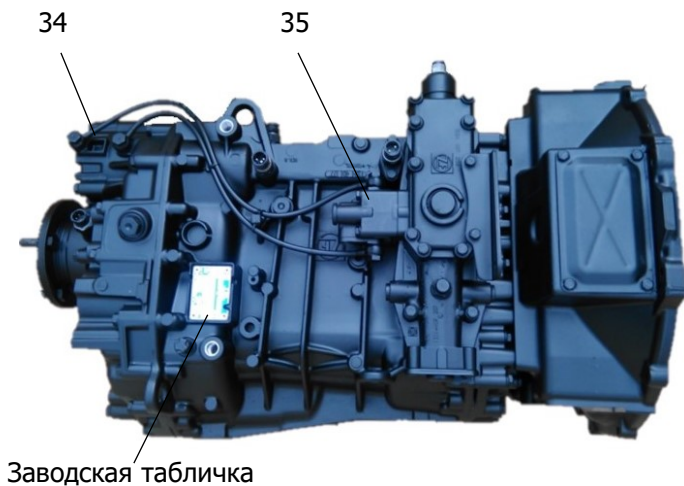

Рис. 3 Коробка передач
Управление демультипликатором состоит из клапана переключения (35) и установленного в коробке передач пневмоцилиндра двойного действия (34) (см. Рис. 3)